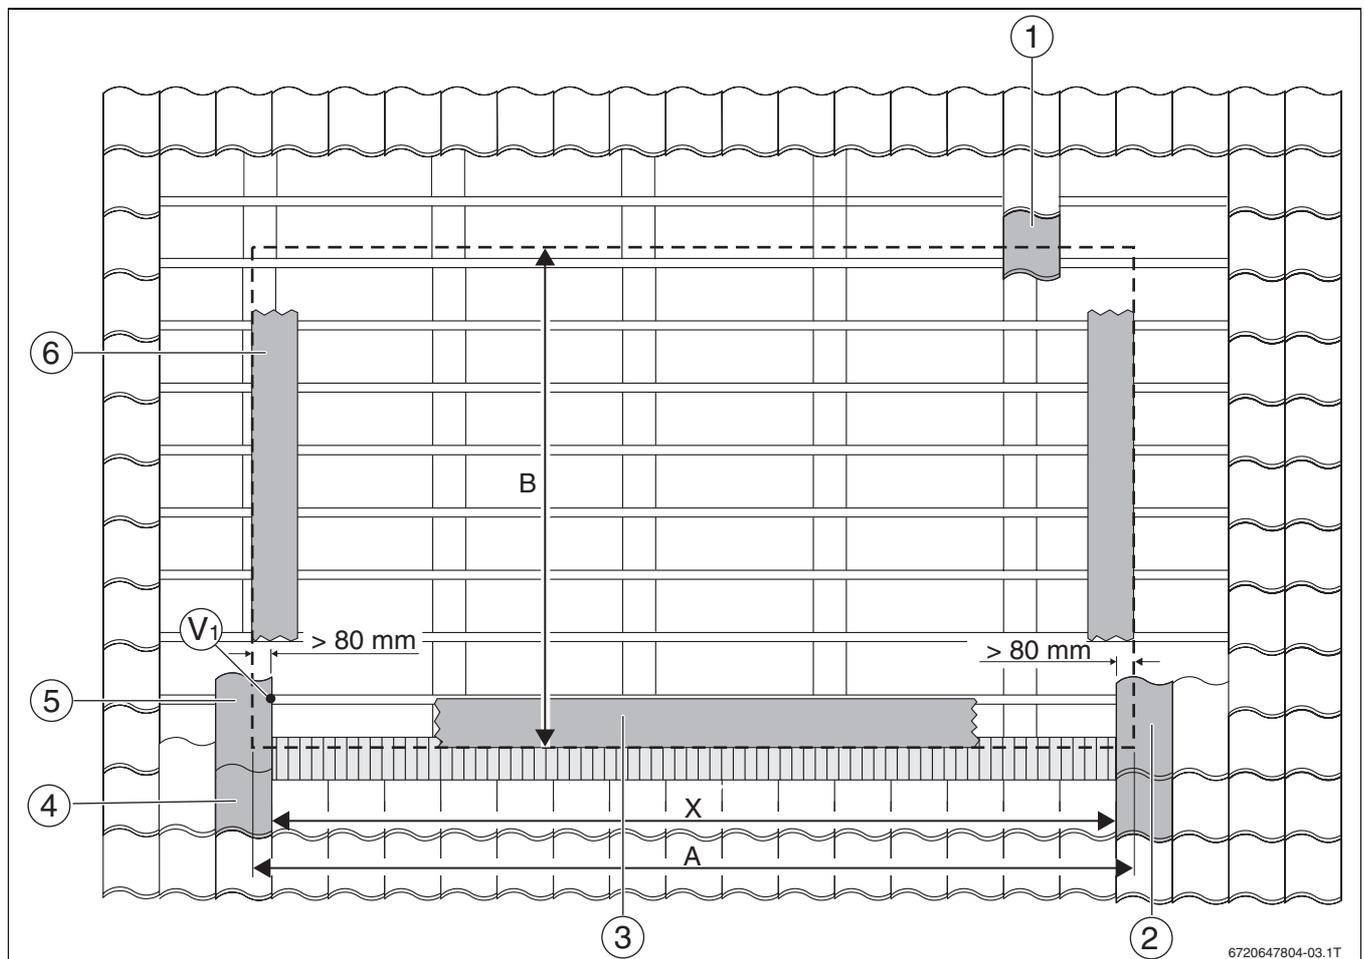

Fig. 23 Situación del campo del colector
- ▶ Transferir la medida X al tejado y determinar fila de tejas (→ fig. 23, [5]).
- ▶ Determinar la fila de tejas derecha (→ fig. 23, [2]), que deberá ser cortada debido al recubrimiento.
- ▶ Determinar la fila de tejas inferior teniendo en cuenta la medida B (→ fig. 23, [4]).
- ▶ Determinar la fila de tejas superior (→ fig. 23, [1]), que deberá ser cortada debido al recubrimiento.